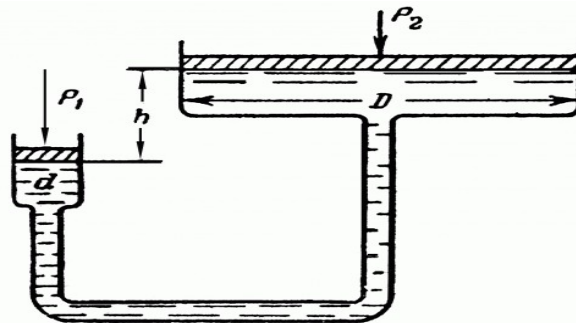

Рисунок 1 - Данные для решения задачи раздела 2
**Задача.** Какую силу  $P_2$  (рисунок 1) нужно приложить к большему поршню, чтобы система находилась в равновесии (рис.)? Сила, приложенная к меньшему поршню,  $P_1$ . Диаметр большого поршня  $D$ , меньшего  $d$ . Разность уровней  $h$ . Трубки заполнены водой. Весом поршней пренебречь. Данные для расчёта приведены в таблице 2.